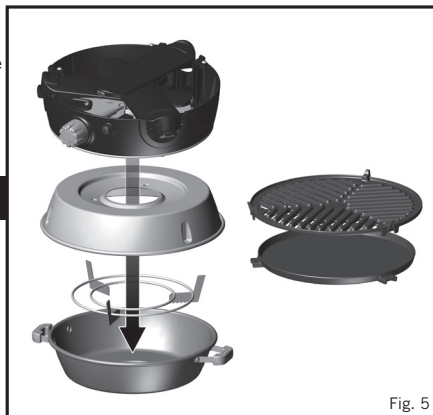

Fig. 5
- Om hem in te pakken, het toestel eerst af laten koelen. Na het schoonmaken: de pootjes inklappen zoals hierboven beschreven in paragraaf 3. Plaats de pan / dome onderin de draagtas. Vervolgens de pandruiger ondersteboven in de pan plaatsen. Plaats de vetpan ondersteboven over de pan en pandruiger. Plaats dan het toestel ondersteboven op de vetpan. Plaats het rooster en de bakplaat in hun separate houders in de bovenkant van de draagtas, en rits ze dicht. Sluit tot slot de bovenkant van de draagtas. (Fig. 5)